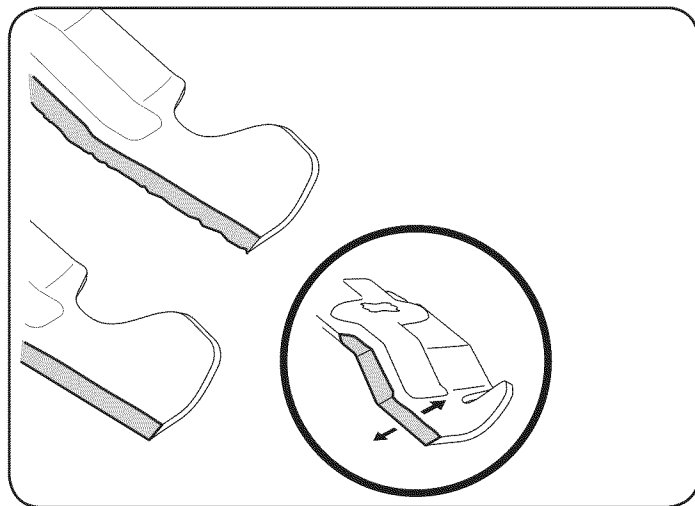

Figure 29
4. Para afinar correctamente las hojas de corte, retire la misma cantidad de metal de ambos extremos de las hojas a lo largo de los bordes de corte, paralelo al borde de fuga, en un 25° - 30° de ángulo. Siempre moler cada filo de la cuchilla de corte por igual a mantener el equilibrio de la hoja adecuada. Véase la Figure 29.